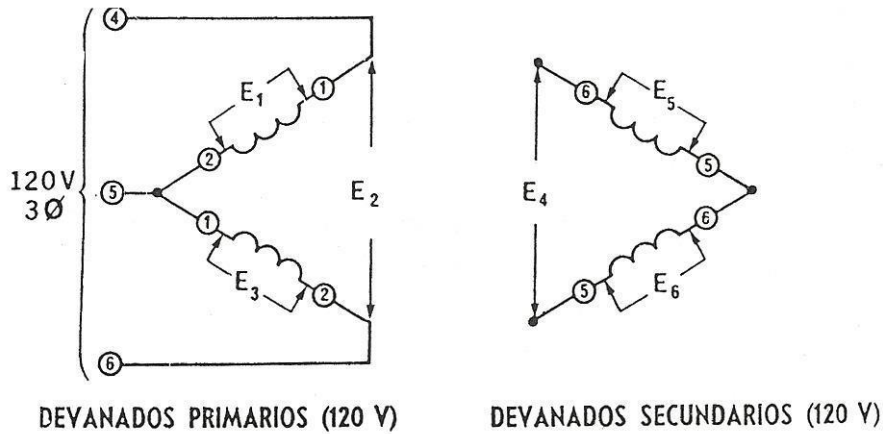

Figura 8.9
5. a) El circuito que aparece en la figura 8.9 tiene tres transformadores conectados en una configuración delta abierta.